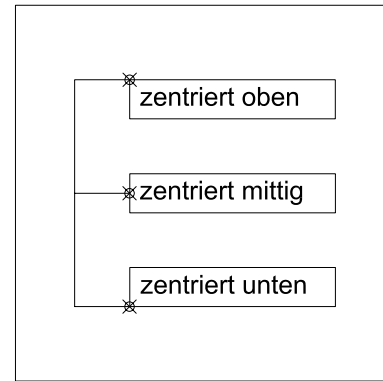

Abb. 4.19 Einfügen von Text
3. das Festlegen der Position des Textes (siehe **Abb. 4.19**).